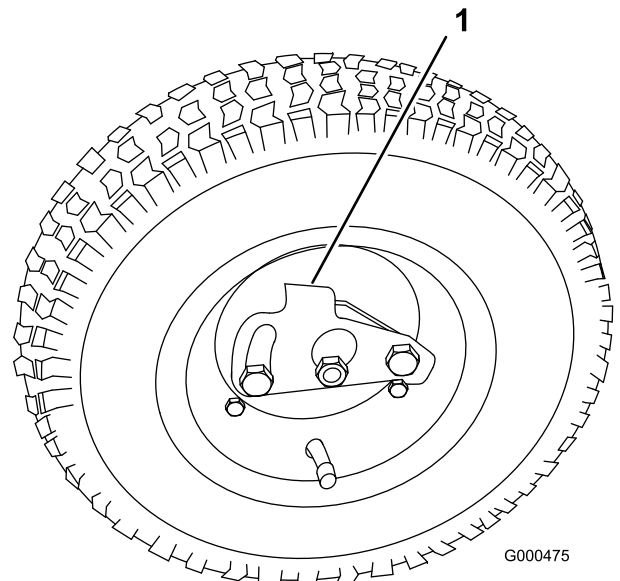

图16
2. 将行走轮锁定夹压向轮的中心、然后将行走轮滑到六角轴上（图16）。